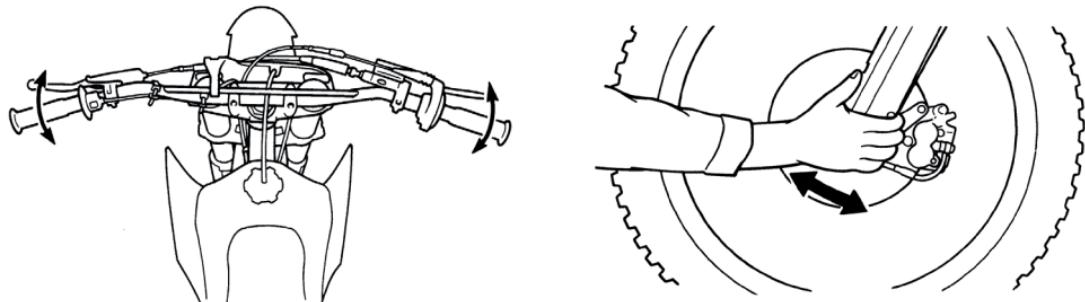

Рисунок 3. Проверка рулевой колонки
1. Встаньте перед мотоциклом. Возьмитесь за вилку (в районе передней оси) и потянните вилку по направлению к двигателю и обратно несколько раз (см. рисунок 3). Если подшипники изношены, вы почувствуете люфт или даже услышите щелчок/глухой удар.